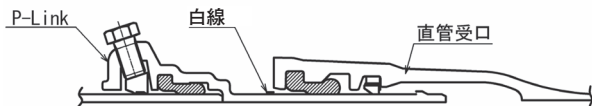

図63 直管受口との接合
- (1) 「管の清掃」から「挿し口の挿入」までは直管の接合要領と同じである。ただし、挿入量はP-Link外面に表示してある白線の幅の中に直管受口端面を合わせる(図63参照)。なお、ライナを装着した直管受口への接合はⅣ 2.「直管受口にライナを使用する場合」(P33～38)を参照すること。また、その管理方法は、異形管挿し口を接合する場合と同じとする(P38下段(2)及びP39 図46参照)。
- (2) 「ゴム輪の位置確認」から「チェックシートの記入」は直管の接合要領と同じである。